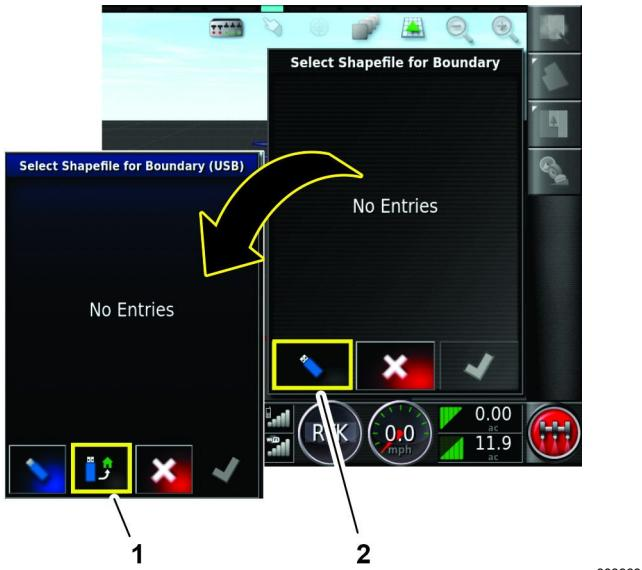

Figura 74
5. Nella finestra di dialogo Seleziona file delle forme per il confine, premete l'Icona COMMUTA AL DISPOSITIVO DI ARCHIVIAZIONE USB (Figura 74).
6. Nella finestra di dialogo Seleziona file delle forme per il confine (USB), premete l'Icona IMPORTA DA DISPOSITIVO DI ARCHIVIAZIONE USB (Figura 74).